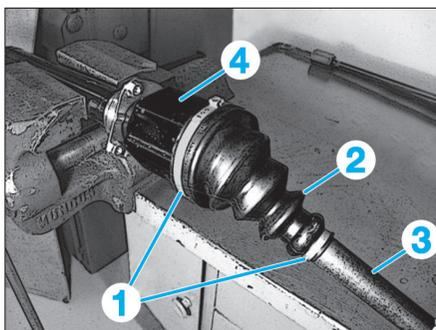

Fig. 9
- le collier de fixation (1)(Fig.9),